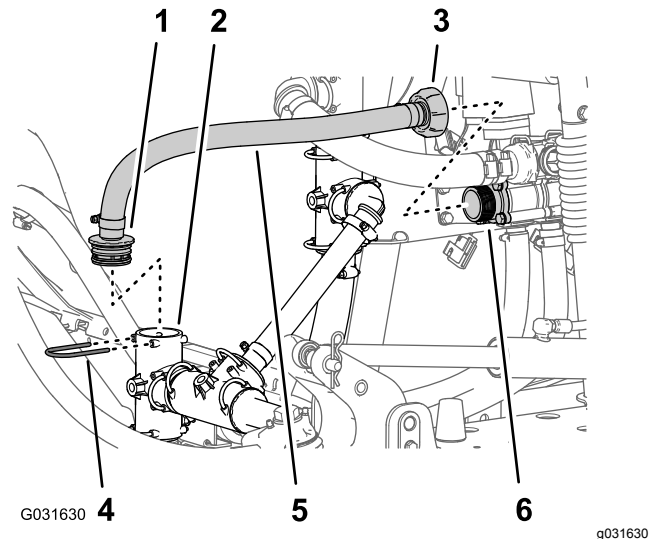

Bild 35
4. Nehmen Sie den Halter ab, mit dem das gerade, gezahnte Anschlussstück des Überlaufschlauchs am T-Anschlussstück der Sprühpumpe befestigt ist (Bild 35)
5. Lösen Sie die Adaptermutter an der Innenseite des Überlaufschlauchs vom Adapter-Anschlussstück des Sicherheitsventils (Bild 35)
6. Nehmen Sie den Schlauch von der Maschine ab (Bild 35).